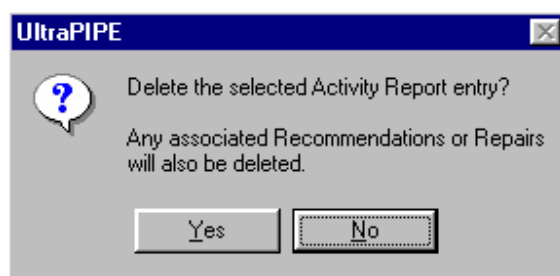

Figura 13.19. Ventana de Confirmación Borrar Reporte de Actividades
- **Delete Entry:** Este botón se debe seleccionar para borrar el Reporte(s) de Actividades de Inspección seleccionado en la ventana ver reporte. El siguiente mensaje de advertencia (Figura 13.19.) aparecerá para verificar la operación de borrado: